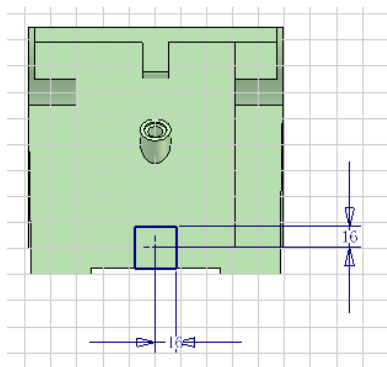

图 9-51 绘制打孔草图
①在方形凸台的上表面上新建草图，选择【点】工具绘制一个点，使用【尺寸】工具标注尺寸并通过修改尺寸值约束该点与投影得到的方形的中心点重合，如图 9-51 所示。